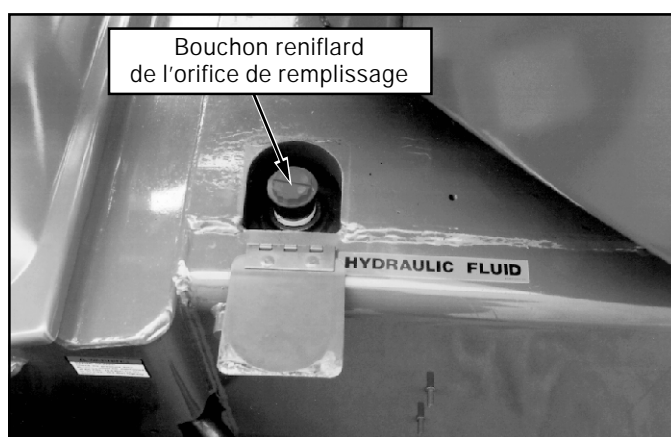

Figure 9 : Bouchon reniflard de l'orifice de remplissage du réservoir d'huile hydraulique
3. Soulever le rabat situé sur le dessus du châssis, à droite (voir figure 9).